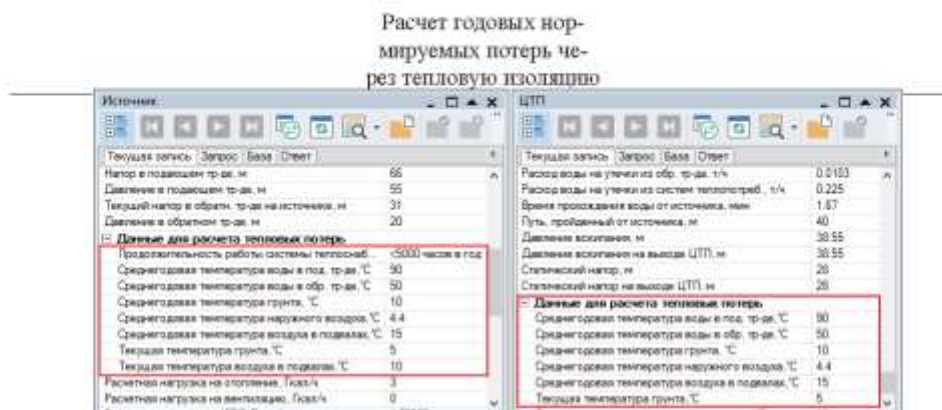

Рисунок 14.3. Исходные данные по источникам и ЦТП
2. Данные по источникам тепловой сети и ЦТП, заносятся непосредственно в базы данных по объектам слоя (Рисунок 14.3. «Исходные данные по источникам и ЦТП»). В последствии могут быть изменены в окне модуля расчета тепловых потерь, Раздел 14.4. «Групповое внесение данных»